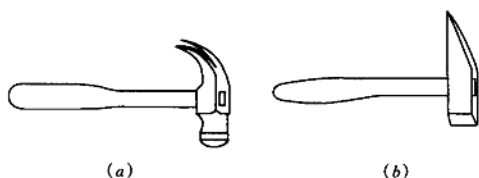

图1-11 锤
(4) 锤。俗称榔头，是敲击工具。常用的有羊角锤和钉锤，如图1-11所示。